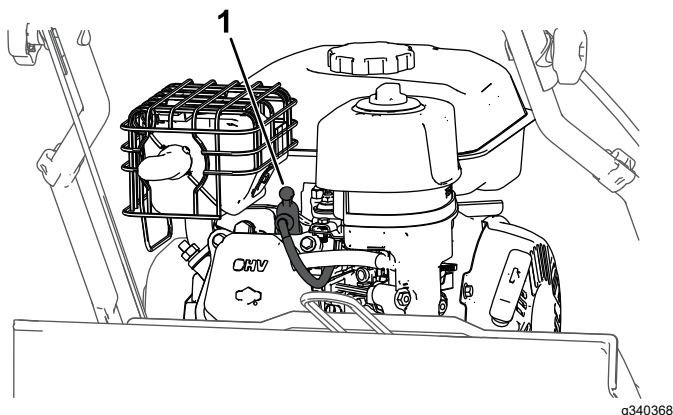

Bild 17
2. Ziehen Sie den Kerzenstecker von der Zündkerze ab (Bild 17).